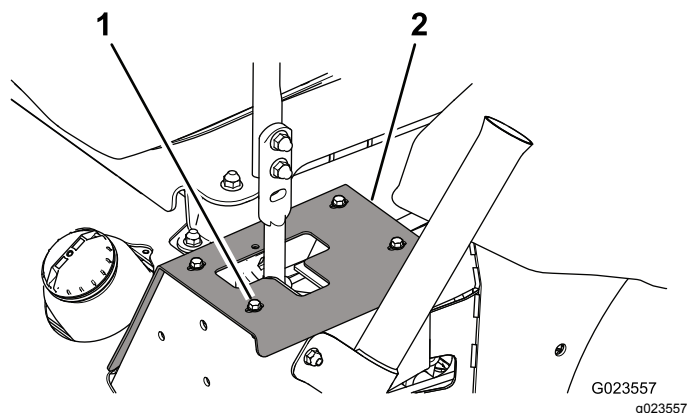

図 62
2. ストッププレートフレームに固定しているボルトを外して、ダンパ取り付けボルトにアクセスできるようにする 図 62。